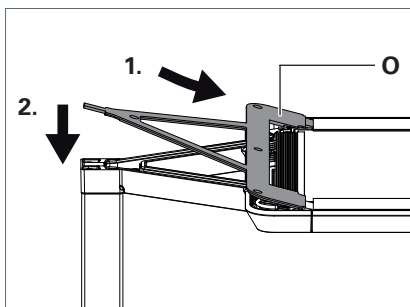

Fig. 9: Montare la copertura.
- ▶ Inserire la copertura **O** con le tre linguette sulla parte inferiore della copertura nelle fessure sulla testa dell'apparecchio e premere fino all'innesto, vedere Fig. 9.